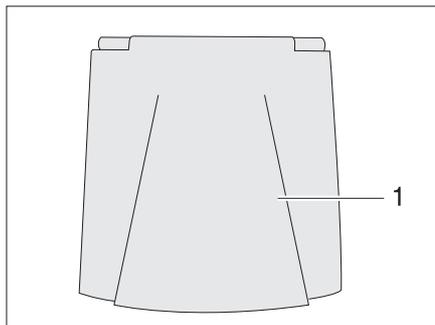

Bild 30 Verschlussklappe für Kraftstoff-Einfüllstutzen
- Verschlussklappe (Bild 30,1) öffnen.
- Schlüssel in Schließzylinder (Bild 30,3) stecken und entgegen dem Uhrzeigersinn drehen.
- Verschlussdeckel (Bild 30,2) abnehmen.